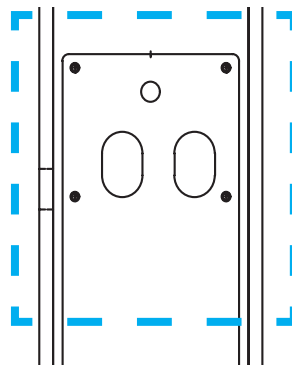

Fig 5
- Demontieren Sie die UNTERE ABDECKPLATTE (Fig.5).**
Dismantle the LOWER COVER PLATE (Fig.5).